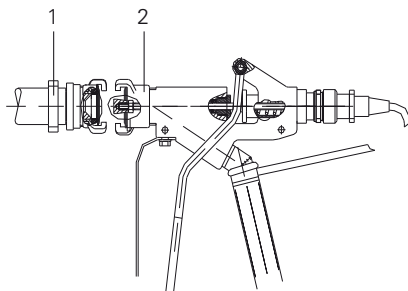

Bild 27: Reinigung der Klebepistole
- Kleberschlauch (Bild 27, 1) am Ausgang der Klebepistole entfernen und stattdessen Wasserschlauch mit GEKA-Kupplung anschließen
- GEKA-Kupplung (Bild 27, 2) entfernen und Innenraum reinigen; anschließend die komplette Klebepistole reinigen